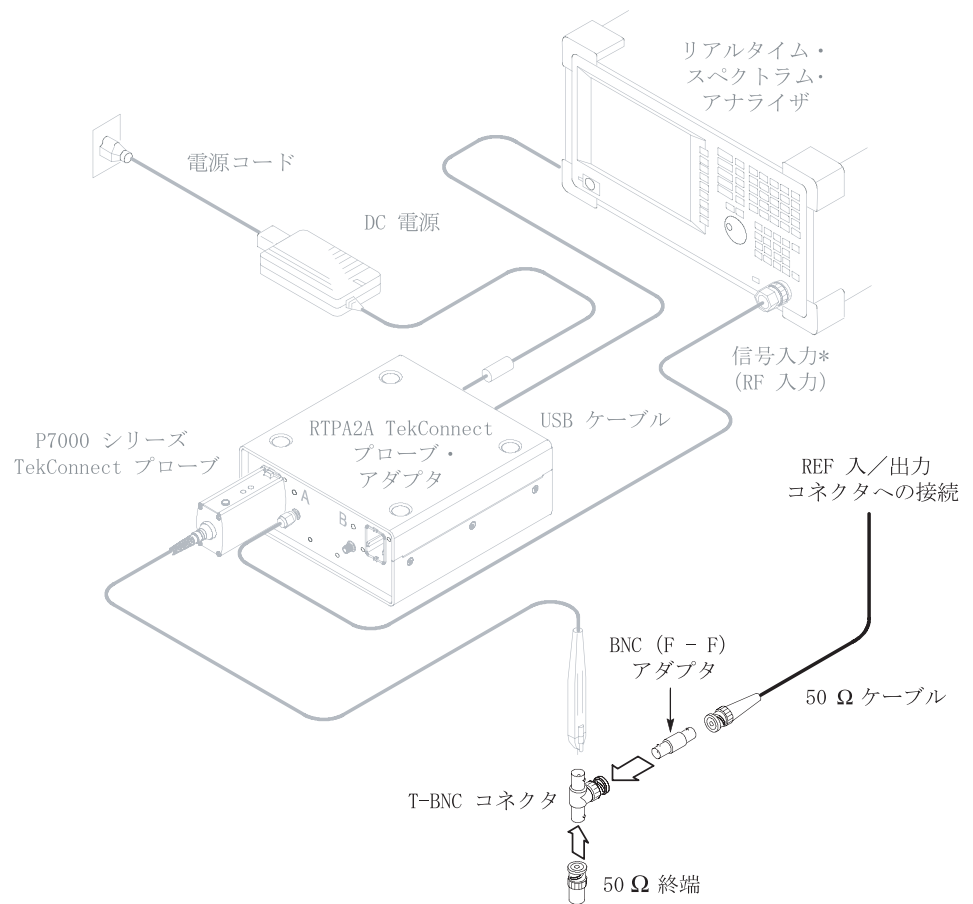

図 7: 機器とリアルタイム・スペクトラム・アナライザのセットアップ
- b. 50 Ω ケーブルのもう一方の終端を BNC (F--F) バレル・コネクタに取り付けます。図 7 を参照してください。